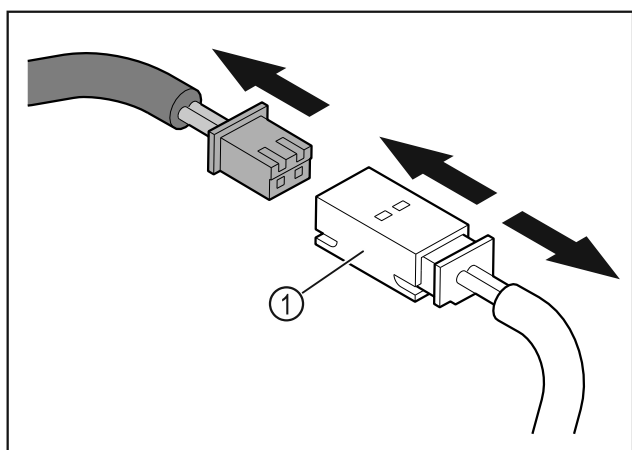

Fig. 13
- ▶ Izvlecite vtič in vtično spojko Fig. 13 (1).